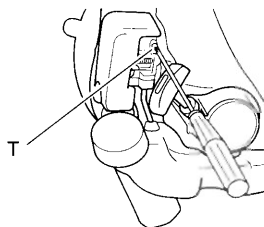

Fig. 10
**Réglage du carburateur (Fig. 10)**